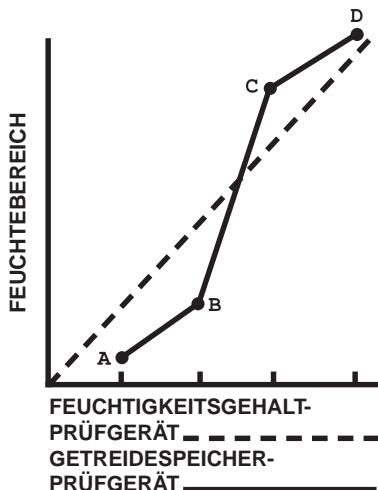

ABBILDUNG 1:
HINWEIS: Abbildung 1 dient lediglich zur Veranschaulichung und stellt keine tatsächlichen Prüfergebnisse dar.
- Prüfgerät-Unterschiede:** Das Feuchtigkeitsgehalt-Prüfgerät stimmt möglicherweise nicht mit bestimmten Getreidespeicher-Prüfgeräten überein. Es gibt kein Prüfgerät, das den tatsächlichen Feuchtigkeitsgehalt eines jeweiligen Getreides messen kann. Für Getreidespeicher-Prüfgeräte bestehen keine nationalen Normen. Der Unterschied zwischen dem Feuchtigkeitsgehalt-Prüfgerät und verschiedenen behördlich genehmigten Getreidespeicher-Prüfgeräten ist nicht immer gleichbleibend. Eine Einstellung für einen bestimmten Feuchtigkeitsgehalt stimmt möglicherweise bei einem anderen Feuchtigkeitsgehalt nicht. Abbildung 1 zeigt wie das Feuchtigkeitsgehalt-Prüfgerät über einem breiten Feuchtigkeitsbereich möglicherweise mit einem Getreidespeicher-Prüfgerät zu vergleichen ist. Das Feuchtigkeitsgehalt-Prüfgerät und die meisten Getreidespeicher-Prüfgeräte sind im mittleren Feuchtigkeitsbereich für die jeweilige Getreidesorte am genauesten. In dieser Abbildung stimmen die Prüfergebnisse für das Getreidespeicher-Prüfgerät (in der Abbildung durch die durchgehende Linie dargestellt) in diesem Bereich nahezu mit denen des Feuchtigkeitsgehalt-Prüfgeräts (als gestrichelte Linie dargestellt) überein. Je weiter man sich jedoch vom mittleren Bereich entfernt in die höheren und niedrigeren Feuchtigkeitswerte gerät, desto größer werden die Unterschiede zwischen dem Getreidespeicher-Prüfgerät und dem Feuchtigkeitsgehalt-Prüfgerät, und das Prüfgerät kann sogar abwechselnd höhere und niedrigere Werte als das Getreidespeicher-Prüfgerät anzeigen. In Abb. 1 zum Beispiel stellt der Bereich zwischen B und C den mittleren Feuchtigkeitsgehalt dar. Die Prüfergebnisse des Feuchtigkeitsgehalt-Prüfgeräts stimmen innerhalb von plus oder minus 0,5 Prozent mit denen des Getreidespeicher-Prüfgeräts überein. Der Bereich zwischen A und B stellt den unteren Feuchtigkeitsbereich dar. Die Ergebnisse des Feuchtigkeitsgehalt-Prüfgeräts differieren um einen größeren Betrag von den Ergebnissen des Getreidespeicher-Prüfgeräts und sind in diesem Falle NIEDRIGER als die Ergebnisse des Getreidespeicher-Prüfgeräts. Der Bereich zwischen C und D stellt den oberen Feuchtigkeitsbereich dar. Die Ergebnisse des Feuchtigkeitsgehalt-Prüfgeräts differieren wiederum um einen größeren Betrag von den Ergebnissen des Getreidespeicher-Prüfgeräts als im mittleren Feuchtigkeitsbereich, aber in diesem Falle sind sie HÖHER als die Ergebnisse des Getreidespeicher-Prüfgeräts.
- Voraussetzung für die Kalibrierung:** Abbildung 1 stellt dar, dass die Ergebnisse des Feuchtigkeitsgehalt-Prüfgeräts im mittleren Feuchtigkeitsbereich im Prinzip mit den Ergebnissen des Getreidespeicher-Prüfgeräts übereinstimmen. (Der Graph hier dient lediglich zur Veranschaulichung und stellt keine tatsächlichen Prüfergebnisse dar.) Jegliche Änderungen der Eichung für Getreide in diesem Feuchtigkeitsbereich sind gering und eventuell nicht notwendig. Falls das Getreide jedoch sehr trocken (niedriger Feuchtigkeitsbereich) oder sehr feucht ist (oberer Feuchtigkeitsbereich), muss das Feuchtigkeitsgehalt-Prüfgerät möglicherweise entsprechende Ergebnisse des Getreidespeicher-Prüfgeräts geeicht werden. Hierfür in beiden Prüfgeräten Getreide der gleichen Getreideprobe verwenden. Die notwendige Kalibrierungseinstellung notieren. Sie gilt für alle Prüfungen in diesem Feuchtigkeitsbereich für die jeweilige Getreidesorte.